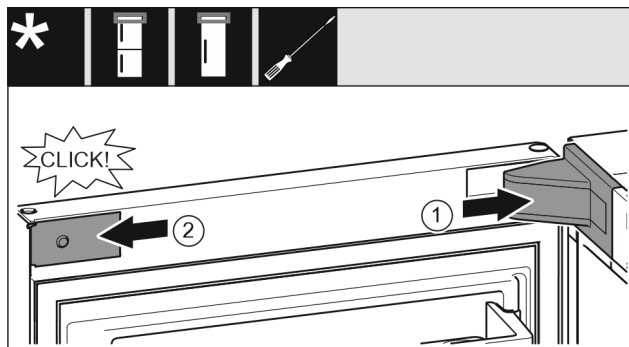

Fig. 19
- ▶ Nasadte a zaklapněte kryt stojanu ložiska, příp. opatrně odtlačte od sebe. Fig. 19 (1)
- ▶ Z boku nasadte záslepku a zaklapněte. Fig. 19 (2)